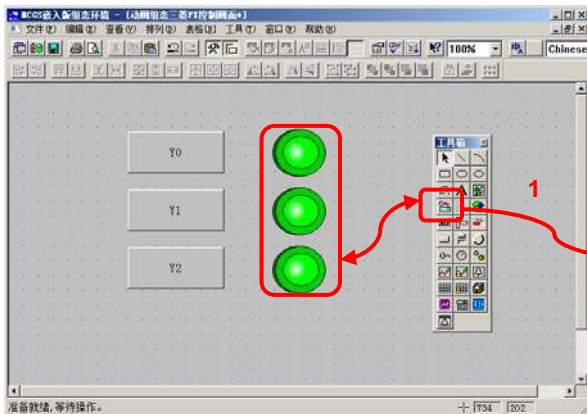

图 4.2.9
② **指示灯**：单击工具箱中的“插入元件”按钮，打开“对象元件库管理”对话框，选中图形对象库指示灯中的一款，点击确认添加到窗口画面中。并调整到合适大小，同样的方法再添加两个指示灯，摆放在窗口中按钮旁边的位置，如图 4.2.9。